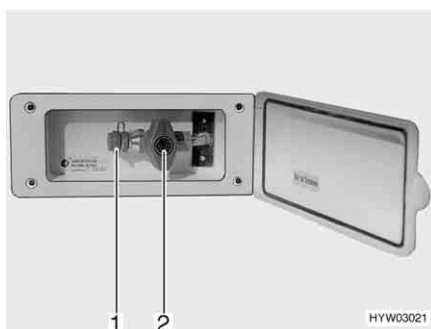

Fig. 105 Presa gas esterna, rubinetto di arresto del gas chiuso
La presa gas esterna (Fig. 105) si trova, a seconda del modello, nella parte posteriore o sul lato destro o sinistro del veicolo.
- Collegare l'apparecchio a gas esterno all'attacco (Fig. 105,1).
- Aprire il rubinetto di arresto del gas (Fig. 105,2).